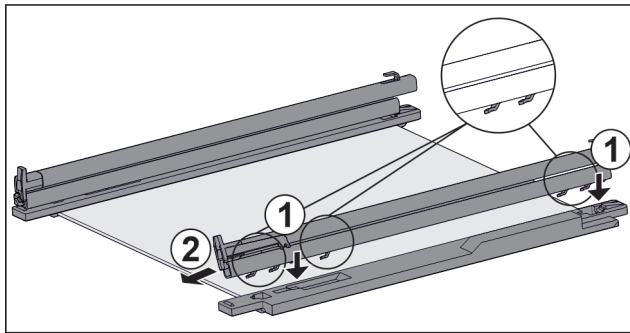

Fig. 138 Skleněná deska s kolejničkami a přídržnými díly
- ▶ Nasadte háčky kolejničky na otvory **levého** přídržného dílu. Fig. 138 (1)
- ▶ Vytáhněte kolejničku dopředu. Fig. 138 (2)
- ▶ Nasadte háčky kolejničky na otvory **pravého** přídržného dílu. Fig. 138 (1)